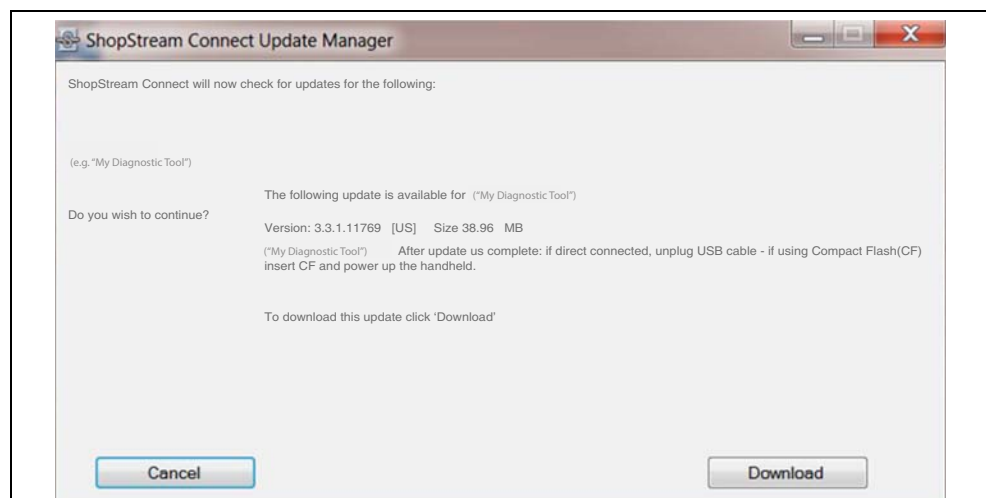

Abbildung 15-14
2. Wenn Updates verfügbar sind, wählen Sie **Weiter**, um fortzufahren. Wählen Sie dann **Download** und befolgen Sie die Anweisungen auf dem Bildschirm, um die Installation abzuschließen (Abbildung 15-14).